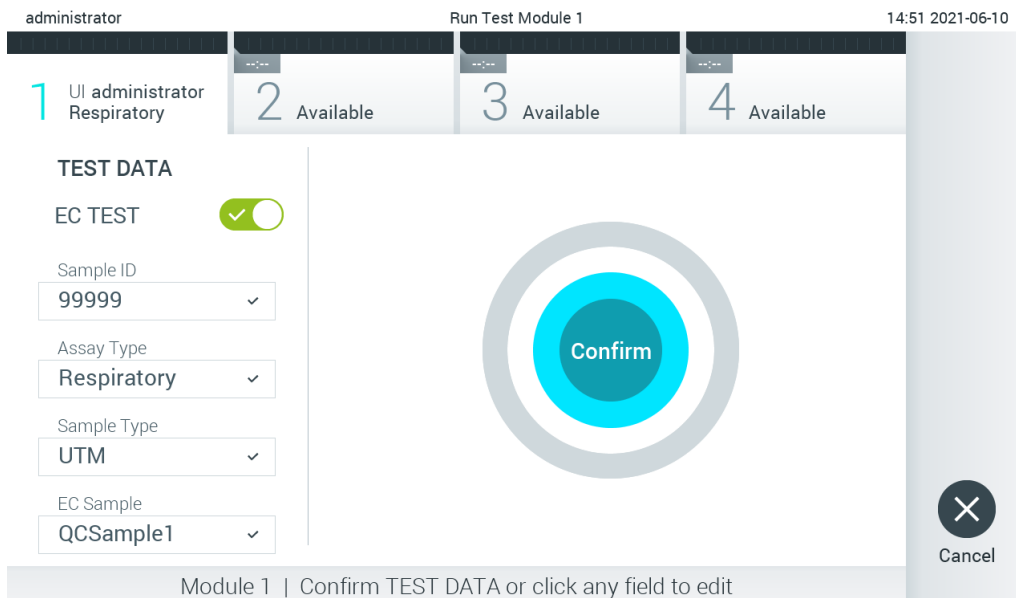

Рис. 92. Екран Confirm (Підтвердження).
7. Відкриється екран **Confirm** (Підтвердження). Перегляньте введені дані й внесіть необхідні зміни. Для цього натисніть відповідні поля на сенсорному екрані й відредагуйте інформацію (Рис. 92).